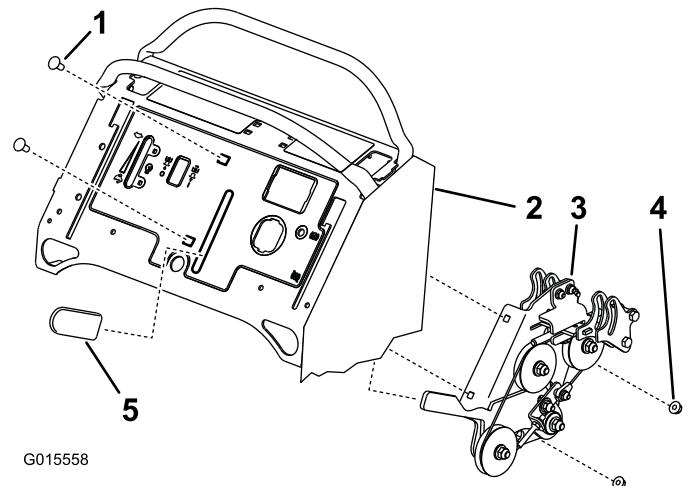

Bild 11
3. Setzen Sie die Geschwindigkeitsregelung in die Stütze und befestigen Sie die Stütze mit zwei Schlossschrauben (5/16 x 1 Zoll) und zwei Bundmuttern (5/16 Zoll) (Bild 11).
4. Befestigen Sie den Gummigriff am Fahrgeschwindigkeitshebel (Bild 11).